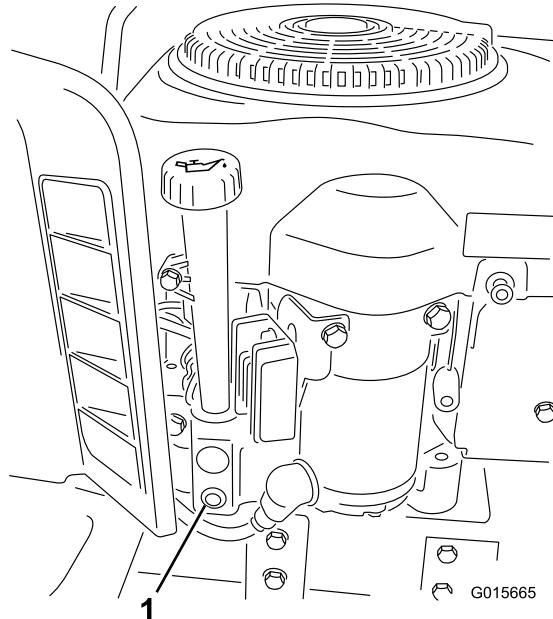

Figure 18
6. Placez un bac de vidange sous le bouchon de vidange d'huile et ouvrez celui-ci en tournant l'écrou d'extrémité dans le sens antihoraire (Figure 18).
- 9. Versez lentement environ 80 % de la quantité d'huile spécifiée dans le trou de remplissage (Figure 18). Contrôlez le niveau d'huile (voir le point 4 de la rubrique Contrôle du niveau d'huile).